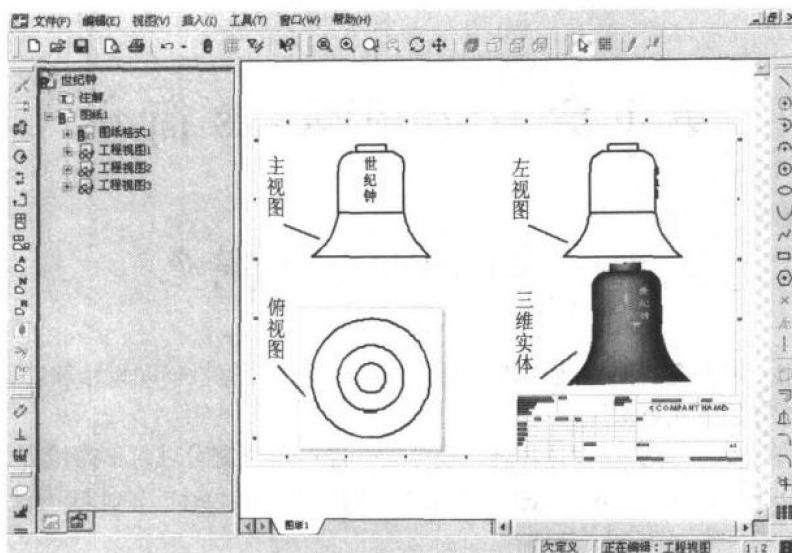

图 1-2 由 SolidWorks 设计的三维实体零件自动生成相应的视图
(2) 用人们已熟悉的Windows环境，采用了下拉菜单、鼠标单击、剪切、复制和拖动放置等Windows的常用操作。
(3) 既可方便地设计出3维的实体零件，又可由三维实体自动生成任何方向的视图、局部视图和剖视图等工程图样（如图1-2所示），不需重新绘制。
(4) 有尺寸驱动功能，改变了一个尺寸之后，零件形状会自动改变，不必重画。
(5) 支持多种数据标准，包括IGES、DXF、DWG、SAT(ACSI)、STEP、STL、ASCII、VDAFS(VDA)、VRML、PARASOLID等，可以很容易地将目前市场中几乎所有的机械CAD软件集成到现在的设计环境中来。
(6) 能直接使用三维实体零件进行仿真装配，且能动态地观察可运动零部件的运动情况，动态地检查装配关系是否合理，是否有碰撞的情况出现。
(7) SolidWorks提供免费的开发工具(API)，用户可以用微软的Visual Basic、Visual C++或其他支持OLE的编程语言进行二次开发。
(8) 用SolidWorks设计的新产品可以放到网上，未安装SolidWorks的客户通过浏览器就可观看。极大地方便了新产品的远程发布与交流。